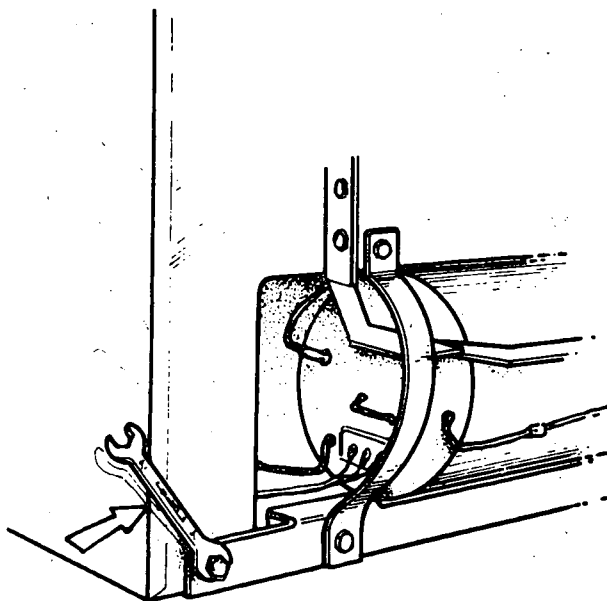

Fig. 1
- e Coloque os parafusos e aperte-os (fig. 1).